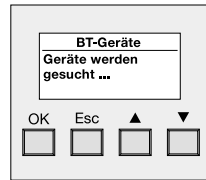

Bild 9:
7. Der Suchvorgang startet. Im Display des Gateways erscheint die Meldung "Geräte werden gesucht..." (vgl. Bild 9). Während des Suchvorgangs werden durch einen besonderen 'Bluetooth-Rundruf' (BT-Enquiry) alle im Empfangsbereich befindlichen Bluetooth-Endgeräte angesprochen. Jedes Endgerät antwortet daraufhin dem Gateway zurück.